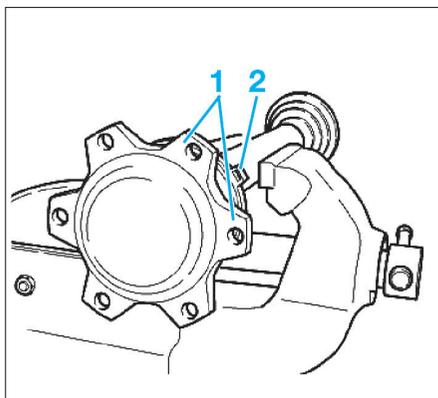

Fig. 9
Afin de pouvoir plus facilement insérer les vis de la transmission sur l'arbre de sortie de la boîte, l'œillet de serrage du collier doit se trouver entre les brides de fixation (1) et (2) du joint (Fig.9).